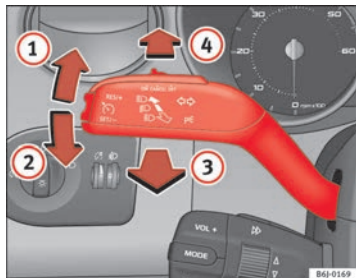

Abb. 56 Blinker- und Fernlichthebel
- Drücken Sie den Hebel bis zum Anschlag nach oben ➔ Abb. 56 ①, um **rechts** zu blinken bzw. nach unten ②, um **links** zu blinken.
- Drücken Sie den Hebel nach vorne ➔ Abb. 56 ④, um das Fernlicht einzuschalten.